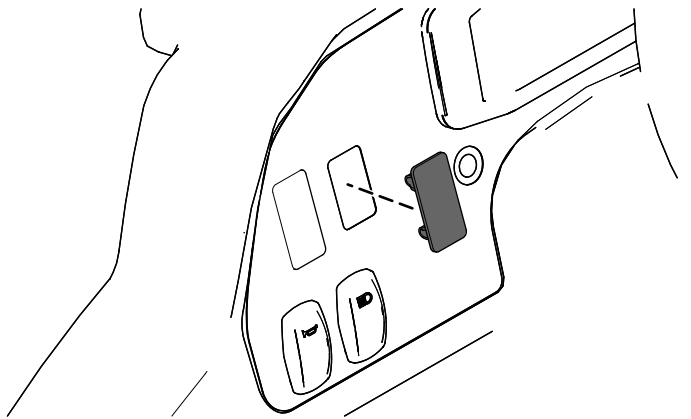

Figura 19
1. Retire el tapón de plástico del salpicadero (Figura 19).